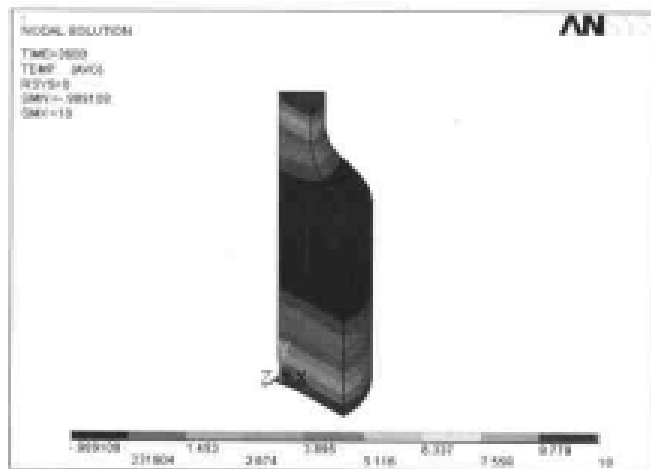

图 12-44 1 小时后温度场分布等值线图
(1) 选择 Main Menu | General Postproc | Read Results | By Time/Freq 命令, 出现 Read Results by Time or Frequency 对话框, 在 TIME Value of time or freq 文本框中输入 3600, 其余选项采用默认设置, 单击 OK 按钮关闭该对话框。
(2) 选择 Main Menu | General Postproc | Plot Results | Contour Plot | Nodal Solu 命令, 出现 Contour Nodal Solution Data 对话框。选择 Nodal Solu | DOF Solution | Nodal Temperature 选项, 单击 OK 按钮, ANSYS 显示窗口将显示如图 12-44 所示的 1 小时后温度场分布等值线图。